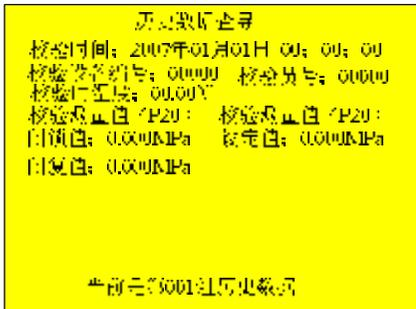

图 15
7、历史数据查寻界面，按 ‘上升’ ‘下降’ 键查看前一页或后一页。按 ‘左移’ 键删除所有历史记录。按 ‘退出’ 键返回到功能选择界面，如图 15。